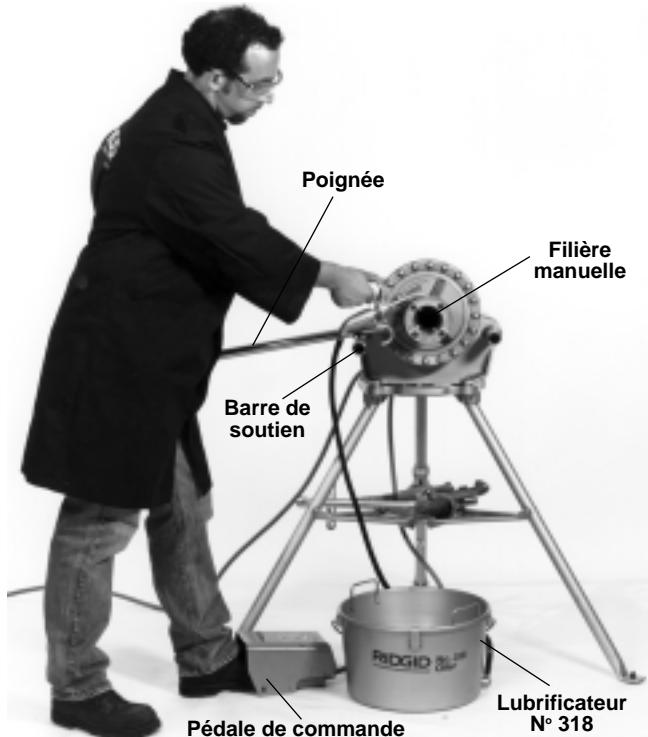

Figure 6 – Lubrification des filières manuelles
2. Installez le lubrificateur N° 318 (*Figure 6*) sous la filière et appliquez de l'huile de coupe RIDGID Thread Cutting Oil sur l'extrémité du tuyau.
**NOTA!** La filière avance automatiquement dès qu'elle est engagée. Appliquez de libres quantités d'huile (*Figure 6*) durant toute l'opération de filetage.